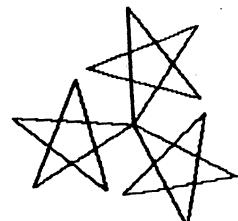

图 2.4 旋转五角星
4. 画三个旋转五角星：每画完一个五角星后，让海龟右转120度，共重复三次。如图2.4